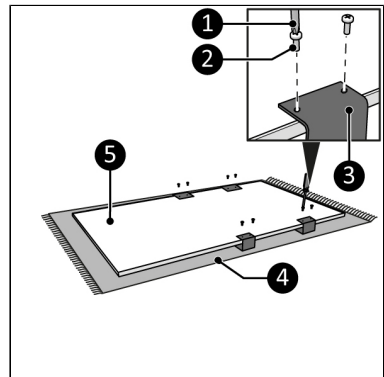

Abbildung 8.
8. Legen Sie das Gerät auf eine stabile weiche Oberfläche (Abbildung 8, Pos. 4).
9. Platzieren Sie die beiden Handtuchhalter (Abbildung 8, Pos. 3) an zwei der drei möglichen Stellen am Hauptkörper (Abbildung 8, Pos.).
10. Schrauben Sie die beiden Handtuchhalter (Abbildung 8, Pos. 3) mit acht kleinen Schrauben (Abbildung 8, Pos. 2) mit einem Kreuzschlitzschraubendreher (Abbildung 8, Pos. 1). fest.